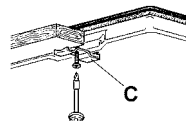

Fig.6
- Insérer et positionner la table de cuisson dans l'ouverture pratiquée dans le meuble et la bloquer avec les vis des crochets de fixation C (fig. 6).